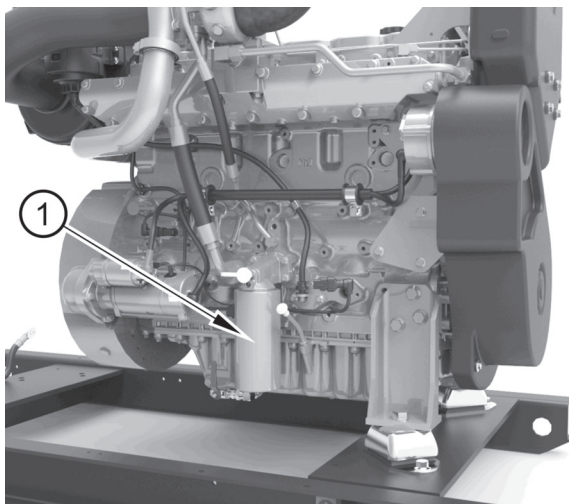
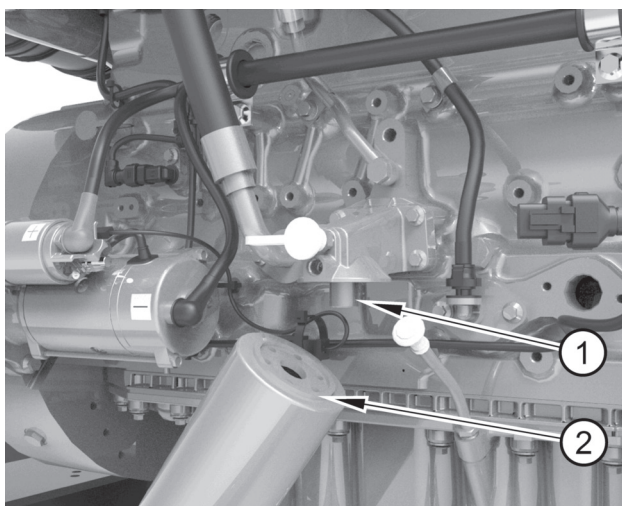

Abbildung 33
Abbildung 34
2. Entfernen Sie das Ölfiltergehäuse (Abbildung 33, Nummer 1) mit einem Bandschlüssel oder einem ähnlichen Werkzeug. Stellen Sie sicher, dass der Anschlussnippel (Abbildung 34, Nummer 1) fest am Filterkopf befestigt ist. Entsorgen Sie dann das Ölfiltergehäuse.